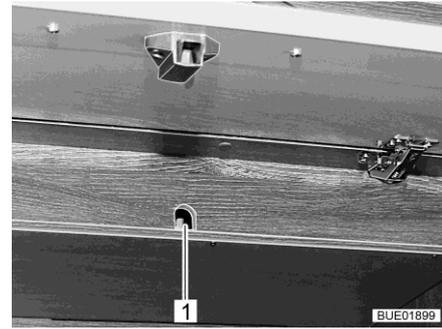

Fig. 141 Accès à l'entraînement
- S'il y en a un, retirer le couvercle de l'ouverture d'accès (Fig. 140,1 ou Fig. 141,1).